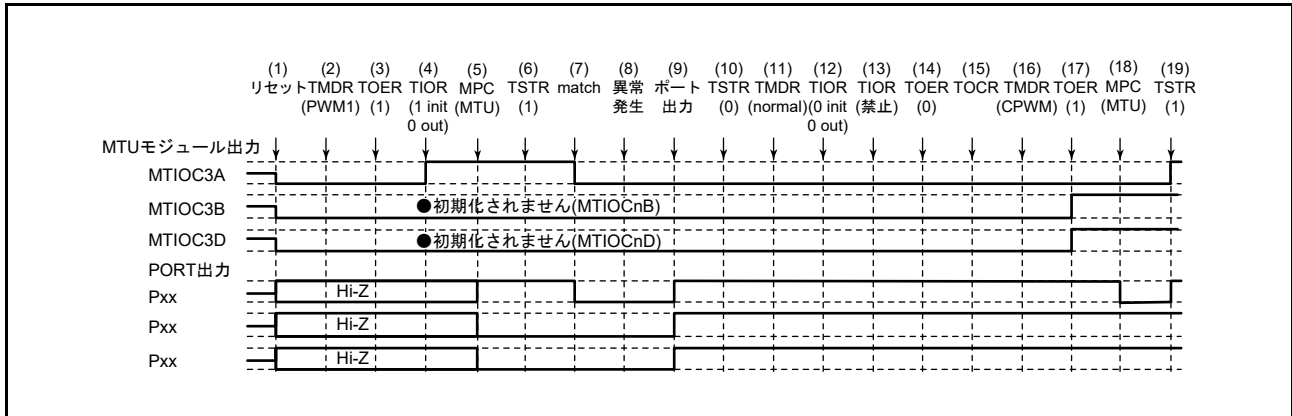

図 19.162 PWM モード 1 で異常が発生し、相補 PWM モードで復帰する場合
PWM モード 1 で異常が発生し、再設定後相補 PWM モードで再スタートする場合の説明図を図 19.162 に示します。
(1) ~ (14) は図 19.162 と共通です。
(15) TOCR1A、TOCR2A レジスタでリセット同期 PWM の出力レベルと周期出力の許可禁止を選択してください。
(16) リセット同期 PWM を設定します。
(17) TOERA レジスタで MTU3、MTU4 の出力を許可してください。
(18) MPC と I/O ポートのポートモードレジスタ (PMR) で MTU 出力としてください。
(19) TSTRA レジスタで再スタートします。